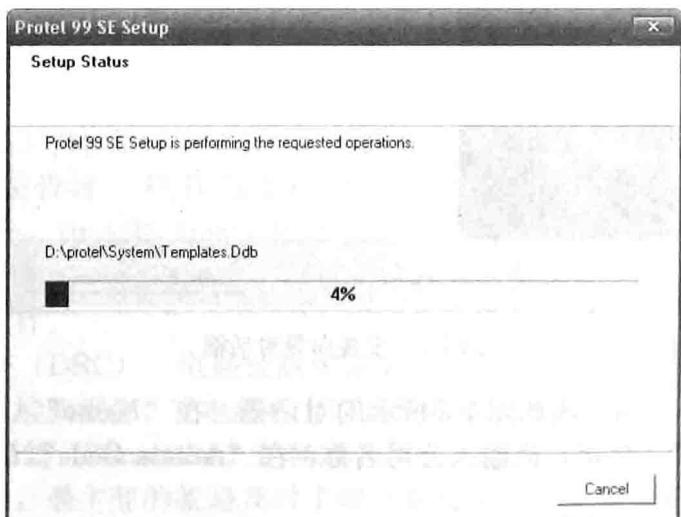

图 1-4 安装程序复制文件
④ 按照提示继续单击“Next”按钮, 出现如图 1-4 所示的对话框, 是程序复制文件的过程。